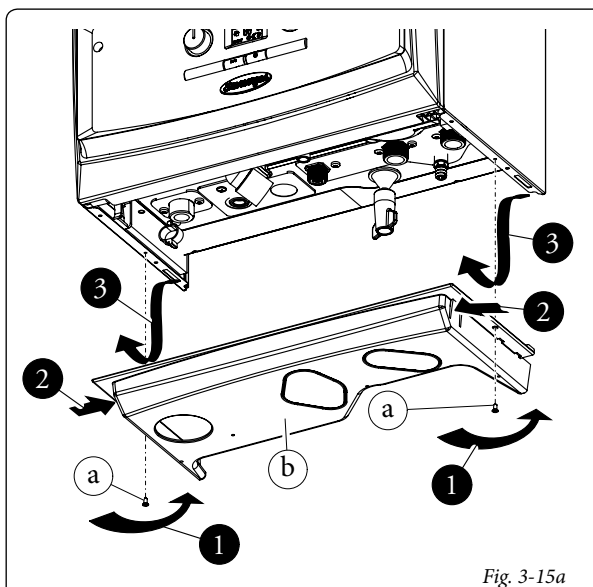

Fig. 3-15a
• **Griglia inferiore (Fig. 3-15a).**